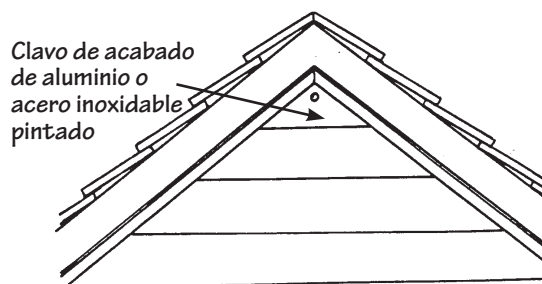

Figura 46.
- Podría ser necesario tener que sujetar el último panel del pico del hastial con un clavo para contramarcos. Use un clavo de 1 1/4" a 1 1/2" (31.8mm a 38.1mm). Ésta es una de las únicas ocasiones en que debe colocarse un clavo en la cara del revestimiento vinílico (Figura 46).